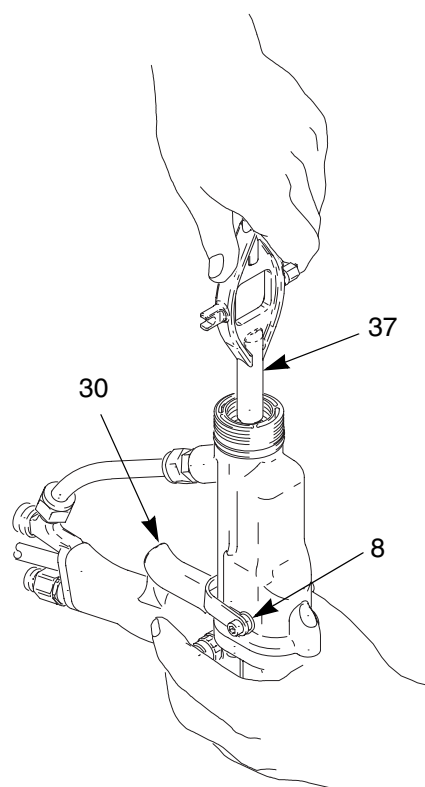

Fig. 13. Desmontaje de la empaquetadura del fluido
4. Retire los tornillos del gatillo (8) y el gatillo (30). Vea la Fig. 13.
5. Desmonte la aguja (26), usando la herramienta multiusos (37).